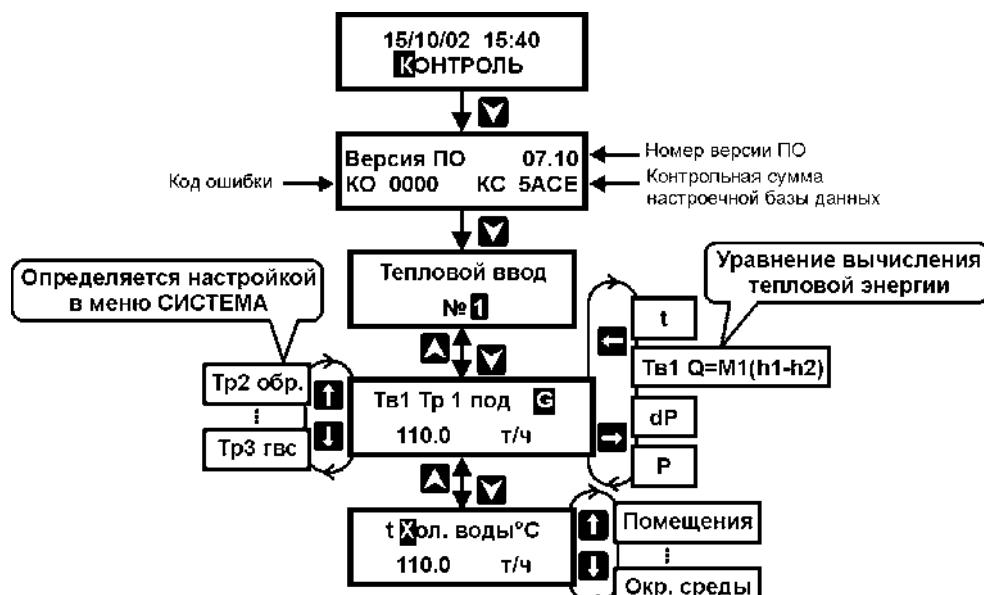

Рисунок 17 – Порядок действий по просмотру текущих параметров теплоносителя
1. Установить кнопками или пункт меню 1-ого уровня **КОНТРОЛЬ** (см. рисунок 17). После нажатия кнопки представляется меню, отображающее номер версии ПО вычислителя и контрольную сумму базы данных;